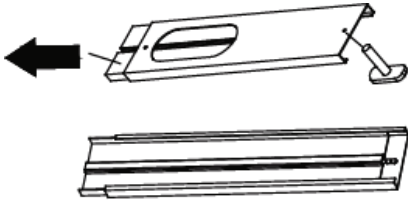

Fig. 2
- Démontez la combinaison de vis à ailettes (27).
- Retirez la partie intérieure de la coulisse de fenêtre (19) jusqu'à ce que le trou soit exposé dans la partie extérieure. Insérez la vis dans le trou (fig. 2), en respectant bien la direction.